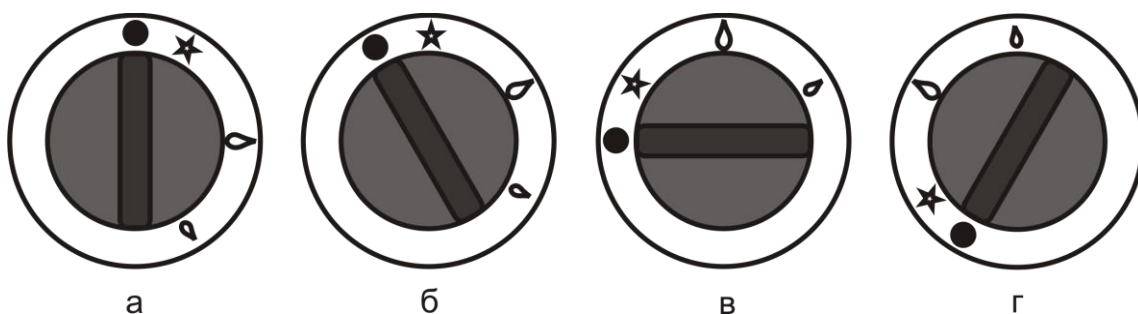

Рис.4. Соответствие положения ручки крана гриля и пастоварки режиму работы горелок
- Убедитесь в том, что ручка крана находится в положении «кран закрыт» (рис.4а). Если кран открыт, переведите его в закрытое состояние, слегка нажав на ручку крана и повернув ее по ходу часовой стрелки до упора.
Внимание! При первом включении устройства, а также после каждой замены баллона СУГ необходимо выпустить воздух из газового тракта. Для этого удерживайте ручку крана в нажатом состоянии в положении «максимальное пламя» (рис.4в) в течение 30 секунд, либо до появления запаха газа, после чего отпустите ручку и подождите не менее 1 минуты. Затем можно приступать к розжигу горелок устройства.
• Нажав на ручку крана и, удерживая её в нажатом состоянии, поверните её против хода часовой стрелки в положение «розжиг запальной горелки» (рис.4б). Через 3-5 секунд поднесите источник огня к запальной горелке (через смотровое отверстие), или нажмите кнопку пьезорозжига. Если запальная горелка не зажглась, отпустите ручку крана и, при повторном нажатии на ручку, вновь поднесите источник огня к запальной горелке или нажмите кнопку пьезорозжига. После появления пламени в запальной горелке, удерживайте ручку крана в нажатом состоянии в течение 5-10 секунд до срабатывания предохранительного клапана, кнопку пьезорозжига при этом можно отпустить. Затем отпустите ручку управления и убедитесь через смотровое отверстие, что запальная горелка горит. Если запальная горелка погасла, следует повторить процедуру розжига.
• Далее нажмите на ручку крана и, удерживая её в нажатом состоянии, поверните её против хода часовой стрелки в положение «максимальное пламя» (рис.4в) – кран открывается и осуществляется розжиг основной горелки. Если горелка не зажглась, то отрегулируйте запальную горелку согласно п.7.2.
Положение крана в режиме «максимальное пламя» и «малое пламя» представлено на рис.4в и рис.4г соответственно.
• Нажав на ручку крана и, удерживая её в нажатом состоянии, поверните её по ходу часовой стрелки в положение «розжиг запальной горелки» (рис.4б) – основная горелка погаснет, а запальная горелка останется зажженной («дежурный
- Для выключения запальной горелки необходимо слегка нажать на ручку крана и повернуть ее по ходу часовой стрелки до упора в положение «кран закрыт» (рис.4а).
- После окончания работы с устройством необходимо перевести ручки кранов в закрытое состояние (рис.4а) и закрыть кран газопровода (баллона СУГ).